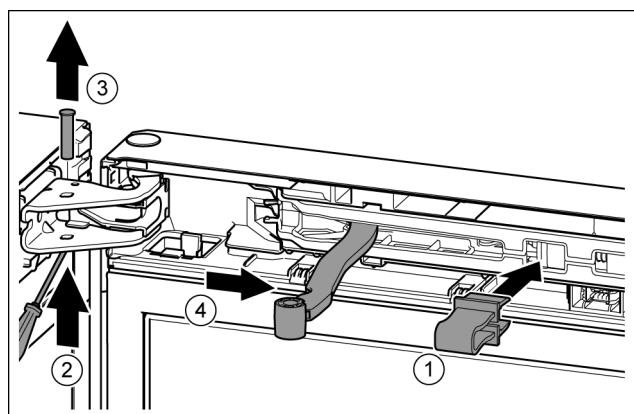

Fig. 13
- ▶ Varovalo zatakните v odprtino. Fig. 13 (1)
- ▶ Sornik potisnite ven z izvijačem. Fig. 13 (2)
- ▶ Sornik izvalcite v smeri navzgor. Fig. 13 (3)
- ▶ Zgibni del zavrtite v smeri vrat. Fig. 13 (4)